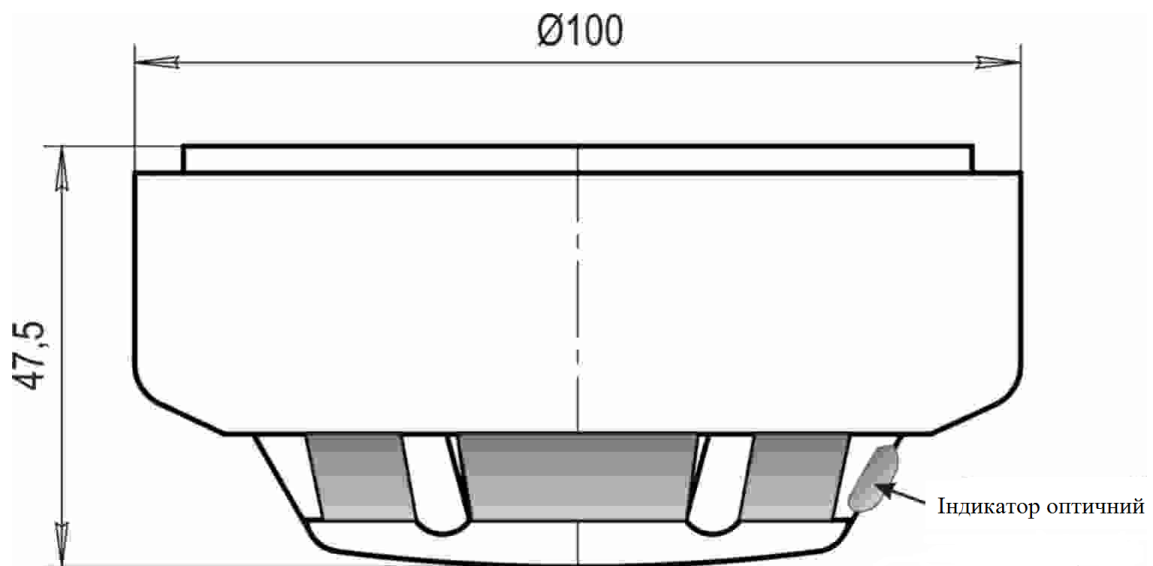

Рис. 1. Загальний вигляд сповіщувача
7.3 Загальний вигляд сповіщувача наведено на рис. 1.